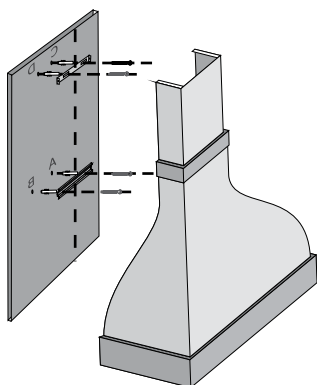

Рис. 12
3. Ослабьте винты (**G**) с тыльной стороны вытяжки (см. рис. 11), фиксирующие крепежные крючки. Поднимите крепежные крючки, с помощью которых вытяжка подвешивается на планку (**A**, **B**), в крайнее верхнее положение. Установите сверху на вытяжку декоративный короб воздуховода (см. рис. 12) и подвесьте ее на планку (**A**, **B**), воспользовавшись для этого крепежными крючками (см. рис. 13).